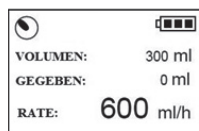

Abb. 35: Übersicht Hauptbildschirm
- Sollten Sie den Modus ml/h wählen gelangen Sie durch Drücken der **EXIT CLEAR**-Taste in den Hauptbildschirm (Abbildung 35).